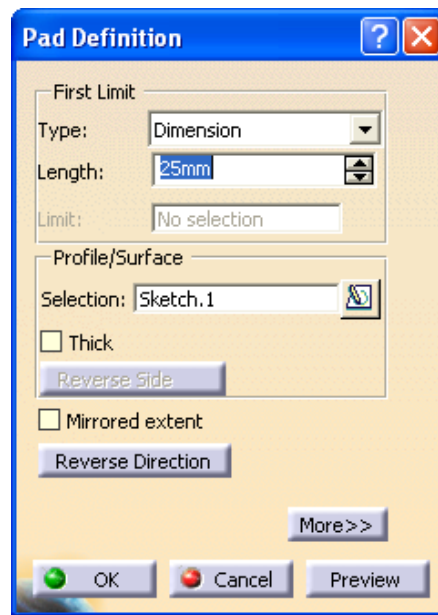
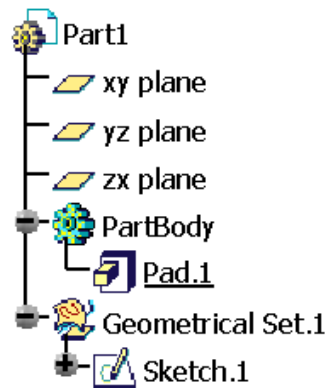

Рис. 33
Рис. 37
З'явиться діалогове вікно **"Pad Definition"** ("Визначення призми") (Рис. 33) і
1) Подвійним клацанням миші по елементу Pad.1 в дереві моделі (Рис. 37) відкрити діалогове вікно **Pad Definition** (Рис. 33).